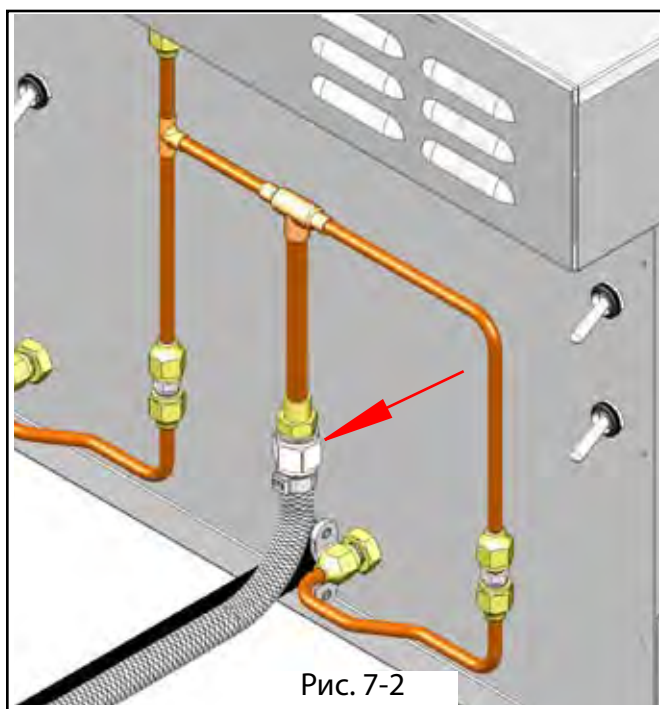

Рис. 7-2
3. Перекройте водопроводную линию и надежно подсоедините ее к конусному штуцеру центрального патрубка. Рис. 7-2.